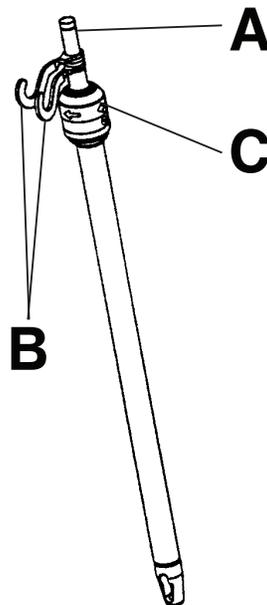

Figure 14 – Support de perfusion en deux parties
2. Pour élever la hauteur du support, tirer sur la partie télescopique (A) du support jusqu'à ce qu'il s'enclenche en position complètement élevée (Figure 14).
3. Faire pivoter les crochets de suspension de poches de perfusion (B) à la position voulue et suspendre les poches.
4. Pour abaisser le support, tourner le verrou (C) dans le sens horaire jusqu'à ce que la partie télescopique (A) s'abaisse dans le tube du bas.